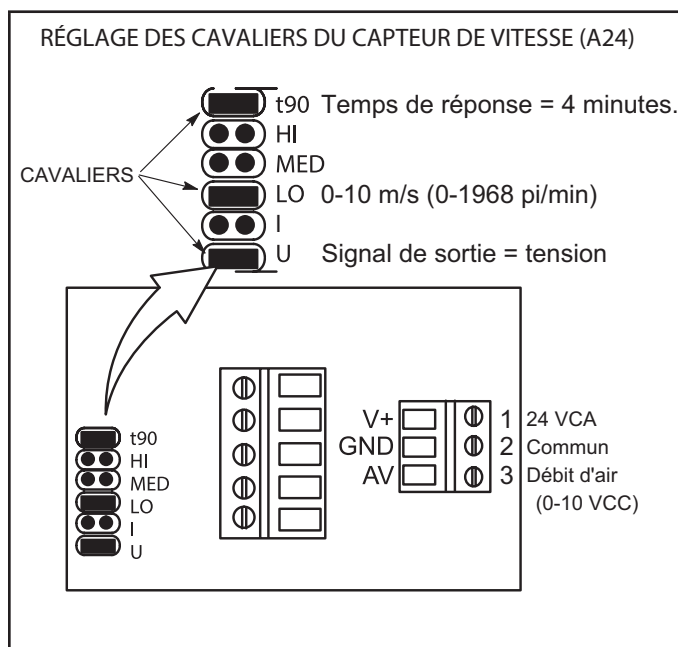

FIGURE 42
REMARQUE - Le réglage de l'ID de configuration (H) doit être associé à la position "mini" du cavalier du contrôleur A24 (voir FIGURE 42). Le cavalier est réglé en usine sur la plage mini (0 - 1968 pi/min).